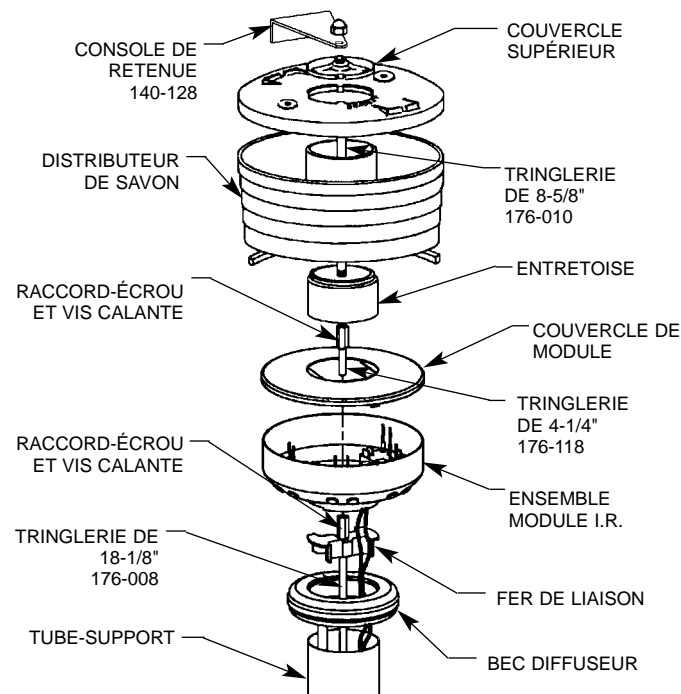

Figure 8
- POUR LES UNITÉS AVEC L'OPTION SAVON, INSTALLER L'ENTRETOISE, LE DISTRIBUTEUR DE SAVON ET LE COUVERCLE À L'AIDE DE L'ÉCROU-RACCORD, DU TROISIÈME FER DE LIAISON (LONG DE 8-5/8") ET DU SECOND ÉCROU-RACCORD COMME IL L'EST INDiqué (VOIR FIGURE 8 EN PAGE 34). FIXER AVEC LE SUPPORT DE RETENUE DU BEC DIFFUSEUR, L'ÉCROU BORGNE ET LA VIS À TÊTE CREUSE.